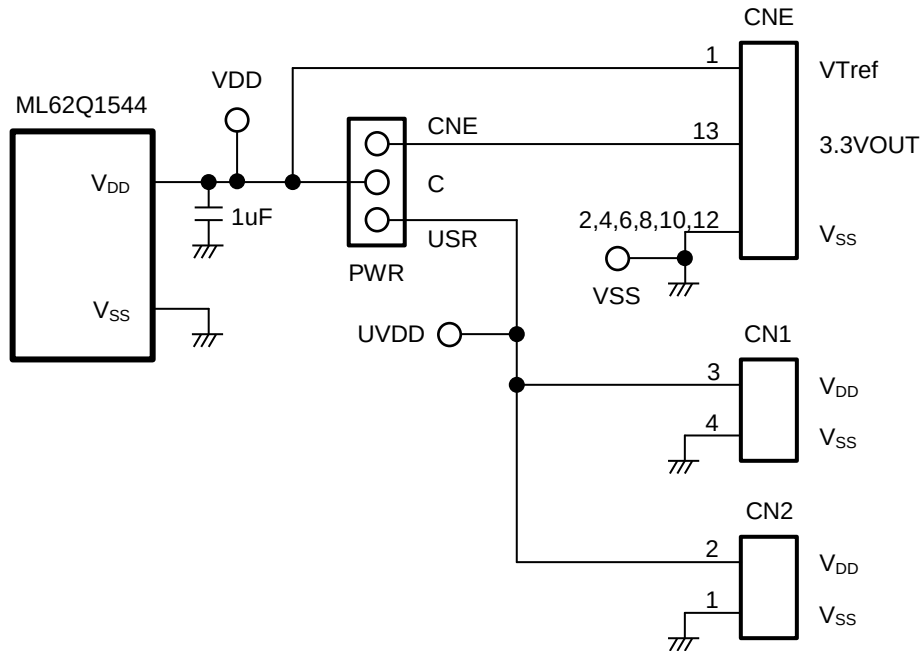

図 2 電源回路
- 1.2 ML62Q1544 Reference Board 外観図 2